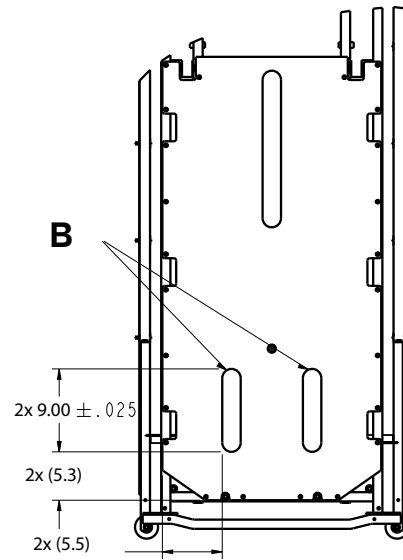

Figura 2 – Applicazione del Velcro® sul lato piedi
9. Ripetere i passaggi 1-8 per sostituire il **Velcro®** (B) sul lato piedi (Figura 2).